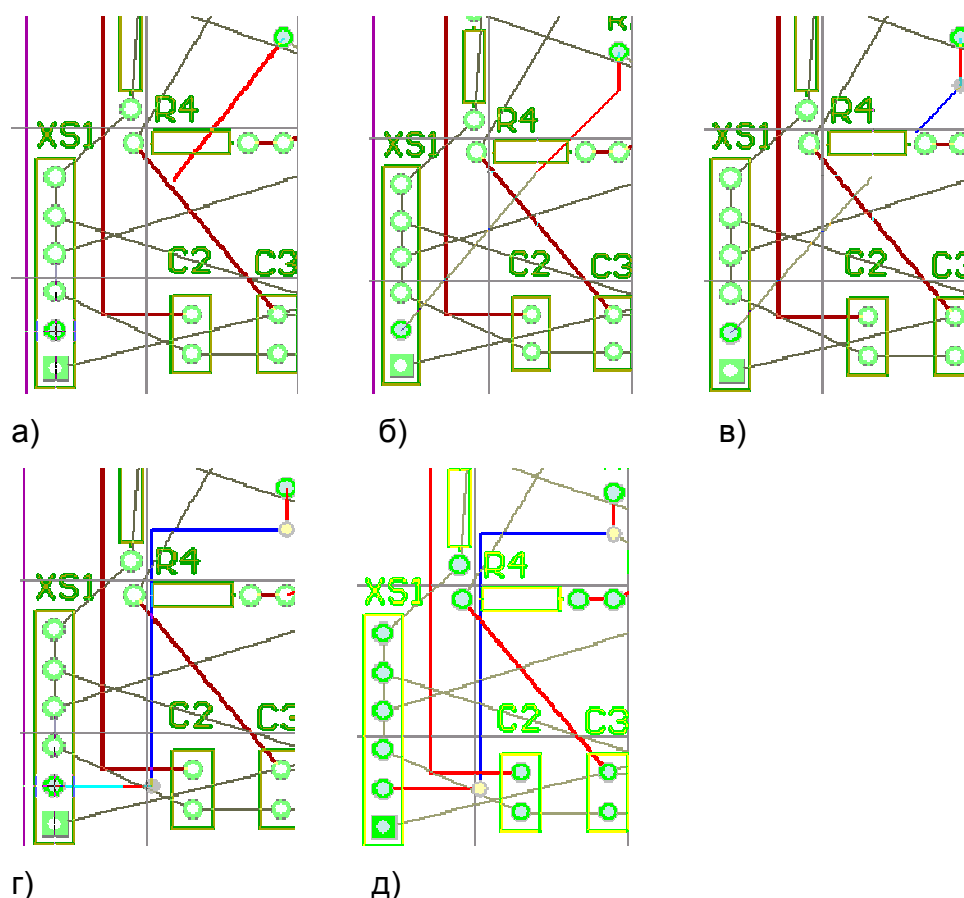

Рисунок 48 – Трассировка проводника с переходом на другой слой.
Прорисовка цепи может вызвать некоторые трудности, так как при прорисовке пересекающихся проводников, после наведения указателя мыши на какой либо из элементов система откажется прокладывать проводник (рисунок 48а), так как при этом прокладываемый сегмент проводника может, либо касаться контактной площадки элемента, или пересекать другую цепь. Это действие нарушает установленное правило проектирование, задающее минимально допустимый зазор между проводниками разных цепей. Пользователю не остается ничего другого, как проложить проводник с изломами, например.
Приступим к прокладке проводника R7-XS1. Завершающий сегмент проводника будет пересекать ранее проложенные проводники, поэтому при попытке размещения проводника на слое Top система откажется прорисовать не только прокладываемый, но и предсказываемый сегменты (рисунок 48а). У пользователя при этом имеются две альтернативы: обходить существующие препятствия, оставаясь на данном слое, или перейти на другой сигнальный слой.
3. Перейдем на нижний слой платы (Bottom Layer) нажатием клавиши \* на цифровой клавиатуре. Прокладываемый сплошной сегмент останется красным, контур предсказываемого сегмента изменит цвет на синий, а в точке излома появится круглое переходное отверстие. Размеры переходного отверстия будут определяться настройками правила проектирования Routing Via Style для данной цепи (рисунок 48в).
5. Наведем указатель мыши на вывод розетки XS1 и последовательным нажатием клавиш SHIFT+Spacebar и Spacebar включим ортогональный режим рисования проводников (рисунок 48г).
6. Снова перейдем на верхний слой нажатием клавиши \* на цифровой клавиатуре. На конце синего сегмента появится новое переходное отверстие (рисунок 48д). Контур предсказываемого проводника станет синим.